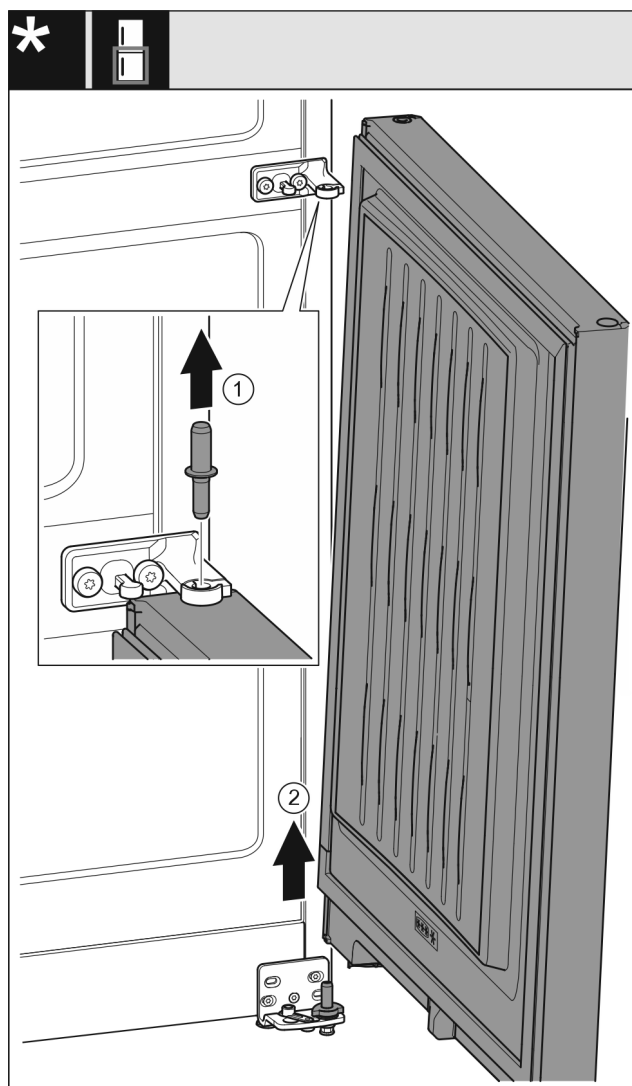

Fig. 8
- ▶ Trekk boltene av oppover. Fig. 8 (1)
- ▶ Sving ut døren, trekk den oppover og sett den til side. Fig. 8 (2)